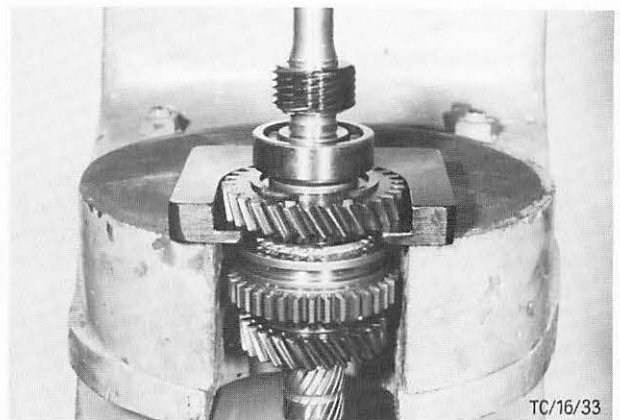

Abb. 43 Hauptwellenlager mit Werkzeug G2-7025 abpressen
22. Sicherungsring Synchronkupplungs-nabe 1./2. Gang abbauen und Synchronkupplung komplett von Hand abziehen. Abb. 43.